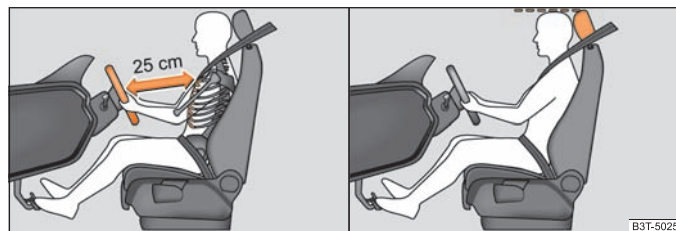

Abb. 147 Der richtige Abstand des Fahrers vom Lenkrad / Die richtige Kopfstützeinstellung des Fahrers
- Stellen Sie das Lenkrad so ein, dass der Abstand zwischen Lenkrad und Brustbein mindestens 25 cm beträgt \Rightarrow Abb. 147 - links.
- Stellen Sie die Kopfstütze so ein, dass die Oberkante der Kopfstütze sich möglichst auf einer Höhe mit dem oberen Teil Ihres Kopfes befindet ⇒ Seite 166, Abb. 147 - rechts.
- Der Fahrer muss einen Abstand zum Lenkrad von mindestens 25 cm einhalten ⇒ Seite 166, Abb. 147 - links. Wenn Sie den Mindestabstand nicht einhalten, kann Sie das Airbag-System nicht schützen - Lebensgefahr!
- Stellen Sie die Kopfstützen so ein, dass die Oberkante der Kopfstützen sich möglichst auf einer Höhe mit dem oberen Teil Ihres Kopfes befinden ⇒ Seite 166, Abb. 147.